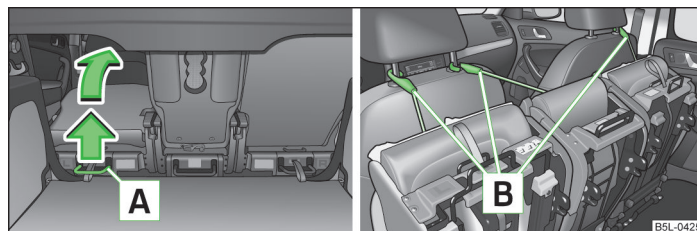

Fig. 52 Ripiegare in avanti completamente il sedile / Bloccaggio dei sedili ripiegati
- Tirare verso l'alto la leva **1** » fig. 52 e ripiegare completamente in avanti il sedile.
- Con l'ausilio della cintura di fissaggio **B** bloccare a un'asta di guida del poggiatesta del sedile anteriore il sedile ripiegato » fig. 52.